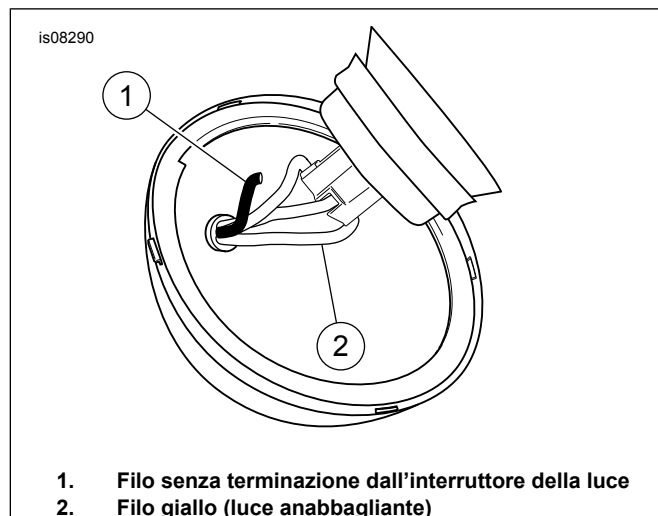

Figura 8. Giunzione del filo senza terminazione proveniente dall'interruttore con il filo giallo del faro anteriore (luce anabbagliante)
18. Vedere Figura 8. Far passare il filo senza terminazione dall'interruttore (1), attraverso l'occhiello e fino al guscio del faro. Giuntarlo al filo giallo (luce anabbagliante) (2) utilizzando il connettore elettrico Scotchlok® (elemento 14) preso dal kit.